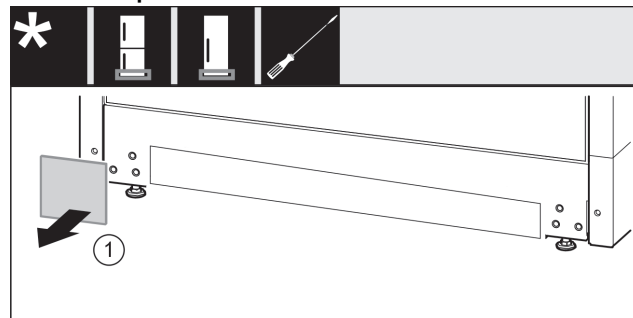

Fig. 12
- ▶ Detașați apărătoarea. Fig. 12 (1)